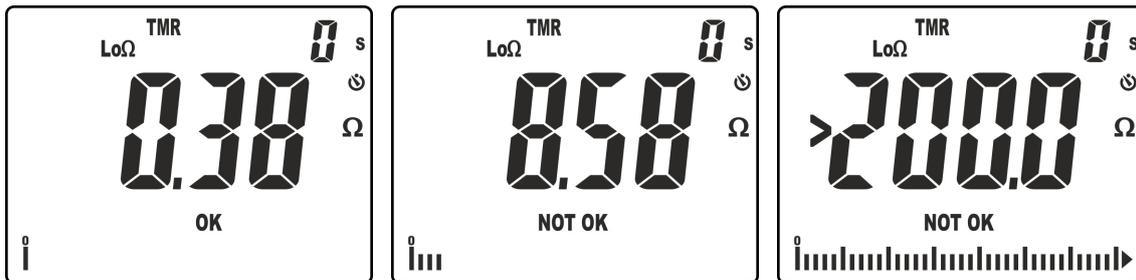

Fig. 31: Resultados da medição da continuidade no modo TMR
10. No ecrã da Fig. 31 – parte esquerda é apresentado um resultado positivo do teste “OK” (valor inferior ao patamar configurado e corrente de teste >200mA). No ecrã da Fig. 31– parte central é apresentado um resultado negativo do teste “NOT OK” (valor superior ao patamar configurado e corrente de teste <200mA). No ecrã da Fig. 31 – parte direita é apresentado um resultado negativo “NOT OK” correspondente a fora de escala (símbolo “>200.0”)